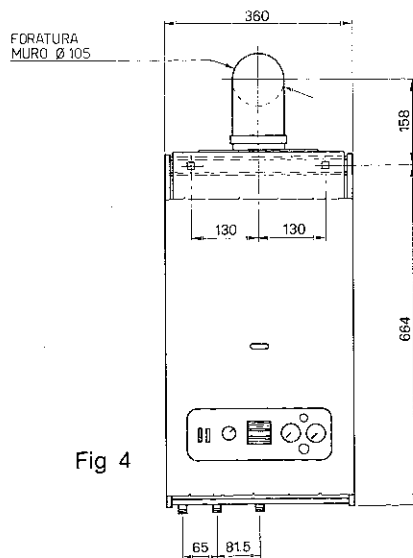

Fig 4
- Praticare nel muro un foro  $\varnothing$  105 mm con pendenza verso l'esterno dell'1% secondo le figure 4 - 5